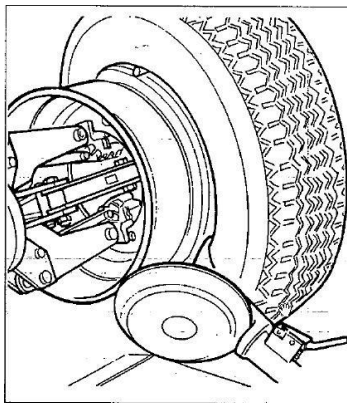

Рис. 7.10
- 4) Перевести монтажную головку вперед до тех пор, пока красная метка не займет положения напротив внешней закраины обода колеса в 5 мм от нее (см. рис. 7.10).